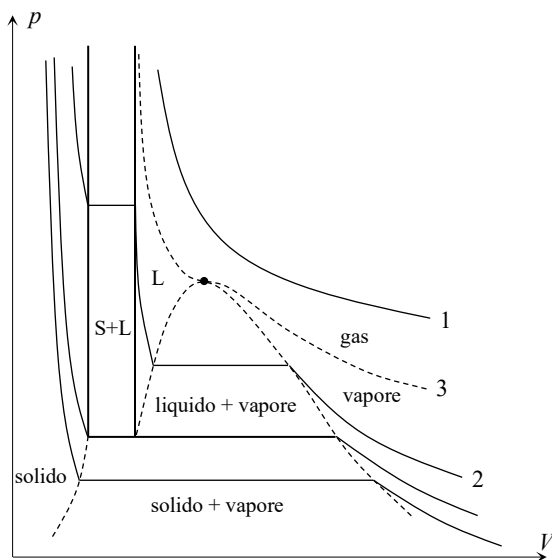

Fig. 2
6. Tutto questo risulta meglio chiarito se, in un diagramma pressione-volume (fig.2), si esamina l'andamento sperimentale delle linee isoterme (denominate **curve di Andrews**): le linee cioè che rappresentano gli stati di equilibrio aventi in comune uno stesso valore della temperatura. Per fissare le idee, supponiamo che un certo quantitativo di anidride carbonica allo stato gassoso sia contenuto, *in assenza di qualsiasi altro gas o vapore*, entro un contenitore chiuso ermeticamente a mezzo di un pistone scorrevole. Se la temperatura è mantenuta a valori superiori al valore critico (in questo caso, 31 °C) il volume può essere fatto diminuire (linea 1 nel diagramma) senza che ciò debba a un certo punto determinare il passaggio allo stato liquido: siamo in presenza di un *gas*.